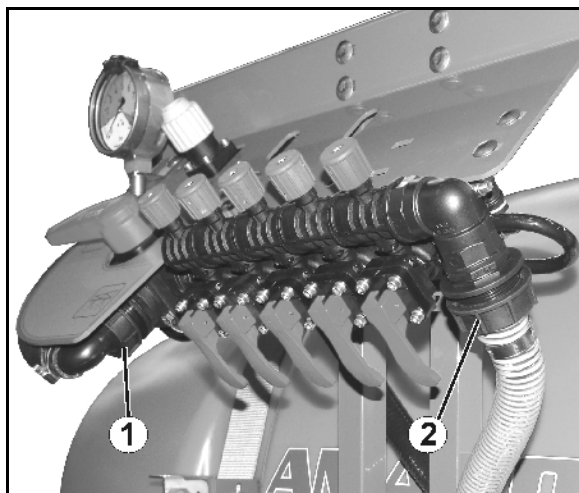

Fig. 126
1. Løsn omløbermøtrikken på trykaflastningsslangen (1) og returløbet (Fig. 126/2), og aftap restmængden.